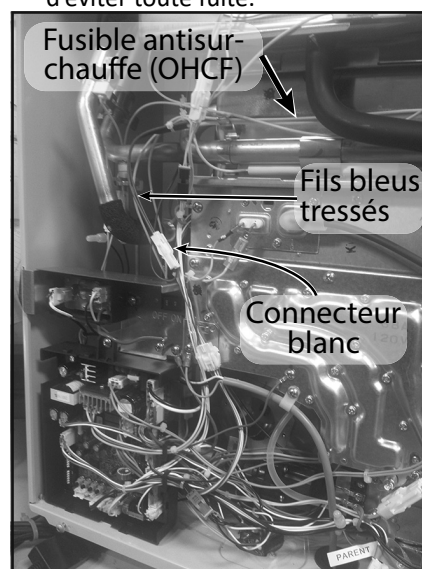

Figure 23 Left Side of Interior
2. Repérez le fusible antisurchauffe blanc, qui s'enroule autour de l'échangeur de chaleur (Figure 23). Consultez aussi Figure 41, p. 50) et la Figure 42, p. 51).
3. Repérez le connecteur blanc, auquel sont raccordés deux fils bleus tressés. Voir Figure 23 à la page 37.
pointe d'un ohmmètre à chaque fil (Figure 23). La résistance mesurée doit être inférieure à 1 ohm.